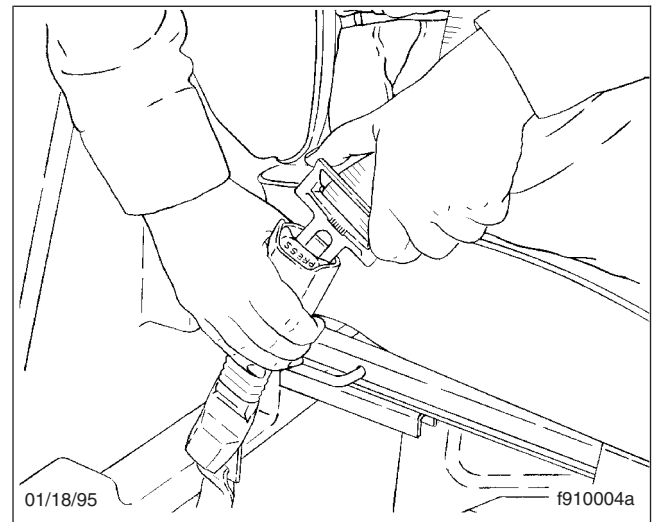

Figura 5.19, Cómo abrochar el cinturón de seguridad de tres puntos
2. Inserte el gancho de cierre dentro de la hebilla para abrochar el cinturón de seguridad de tres puntos. Debe escucharse un chasquido. Vea la Figura 5.19.